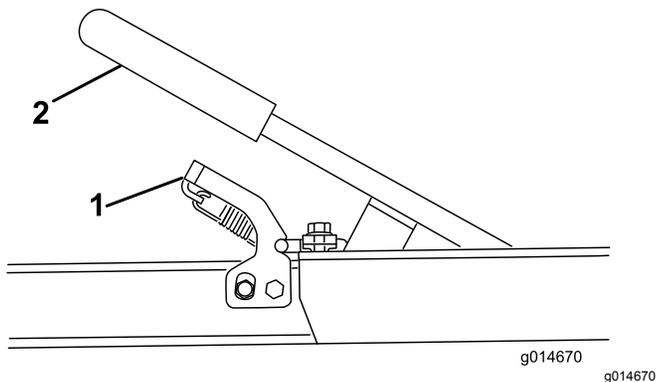

Figure 11
- Tout en gardant le contrôle du plateau de la remorque et en tenant la poignée, appuyez sur le dispositif de verrouillage et la poignée de levage (Figure 11). Abaissez le plateau de la remorque au sol.
7. Appuyez sur la poignée jusqu'à ce que la remorque s'enclenche dans le dispositif de verrouillage (Figure 11).